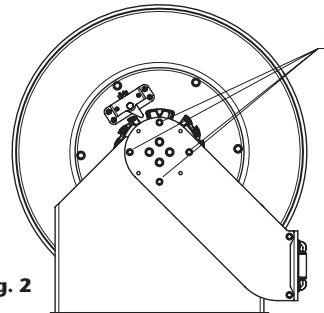

Fig. 2
Para posicionar os braços guia, é necessário afrouxar e retirar os parafusos (1) (Fig. 2), de ambos os braços. Neste momento a roda e os braços guia estarão soltos da base neste momento. Então trocar os braços para posição desejada e voltar a fixar os braços com os mesmos parafusos.